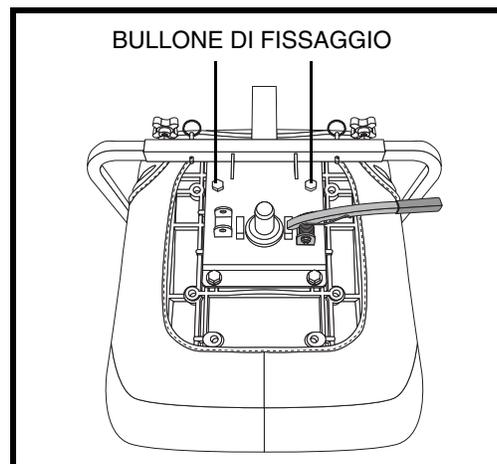

Figura 20. Bulloni per cinture di sicurezza
3. Svitare i bulloni nella parte posteriore della seduta. **Vedere figura 20.**